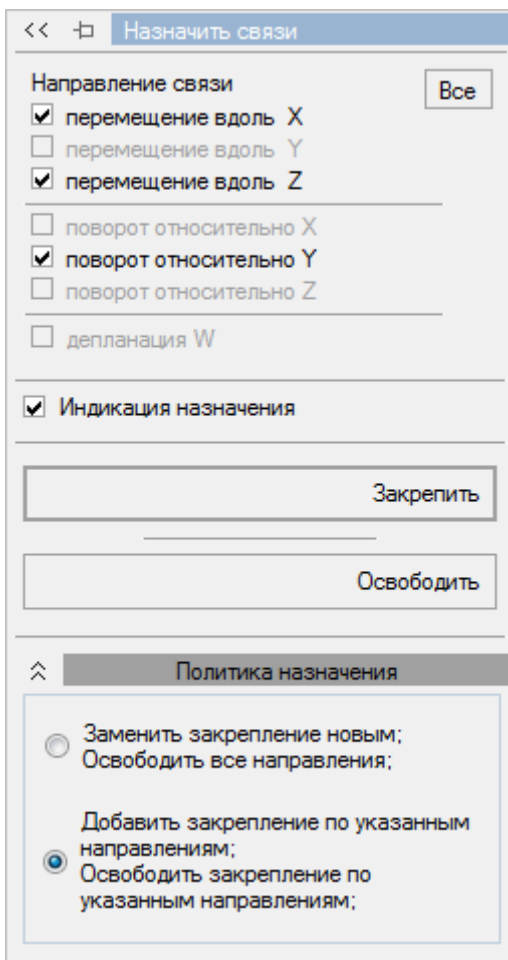

Рис. 148. Панель активного режима Назначить связи
- В этом диалоговом окне отметьте направления, по которым запрещено перемещение узла (X, Z, UY) (рис. 148).